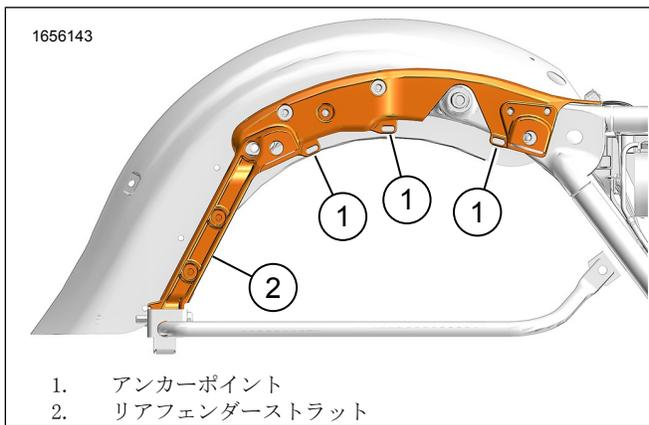

図16。リアフェンダーストラット
14. 図16を参照してください。ハーネスを取り回し、ケーブルストラップで固定します。